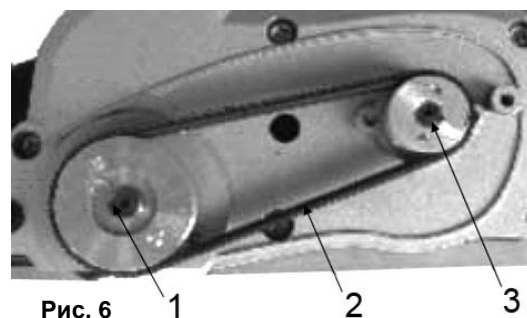

Рис. 6 1 2 3
- Произведите установку нового приводного ремня (2)(См. Рис.6). Для облегчения установки ремня, сначала установите ремень на ведущий (3) шкив, а затем на ведомый шкив (1)(См. Рис.6).